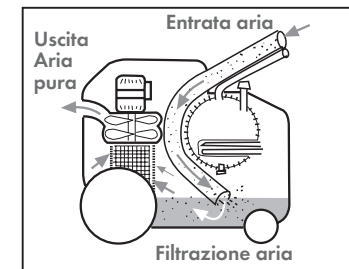

Fig. 4
Versando nel serbatoio di recupero (G) 2,5 litri di acqua pulita, l'aria viene filtrata e le impurità (polvere, germi ecc.) trattenute nel serbatoio (G) (Fig. 4). Durante l'utilizzo controllare sempre di non superare il livello massimo per evitare fuoriuscite di spruzzi d'acqua dal silenziatore.